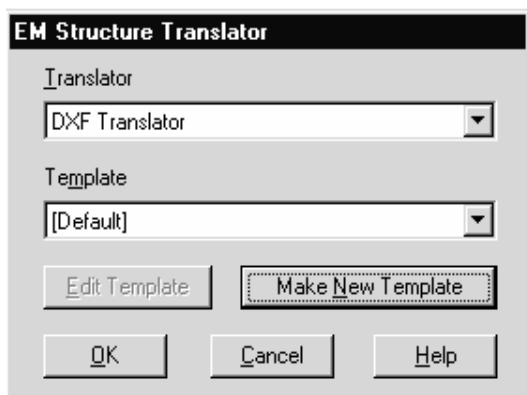

Рис. 4.31
1. Выберите **File > EM File Translators** (Файл > Трансляторы файлов электромагнитной структуры). Откроется диалоговое окно **EM Structure Translator** (рис. 4.31).